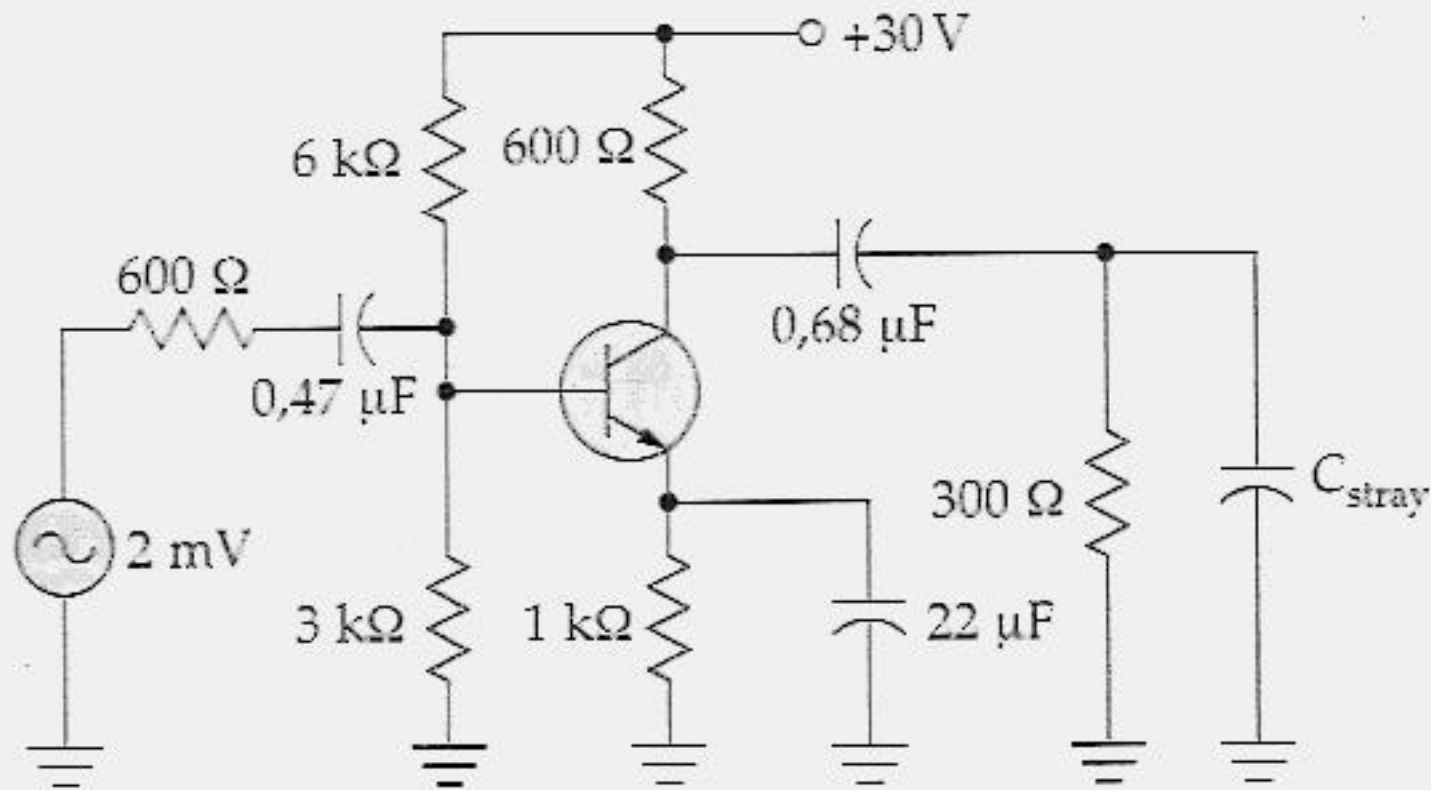

Figura 16.36
- 16.3 Se $\beta = 100$ na Figura 16.36, qual a frequência crítica do circuito de acoplamento de entrada?
- 16.4 Qual a frequência crítica do circuito de acoplamento de entrada na Figura 16.36 se $\beta = 300$? E se $\beta = 50$?
- 16.7 Qual a frequência crítica do circuito de acoplamento de saída na Figura 16.36?
- 16.10 Se $\beta = 100$ na Figura 16.36, qual a frequência crítica do circuito de desvio do emissor?
- 16.12 Se $\beta = 150$ na Figura 16.36, quais são as frequências críticas? Qual a menor frequência da banda média do amplificador?
- 16.14 O transistor da Figura 16.36 tem $C_c = 6$ pF. Qual a frequência crítica do circuito de desvio do coletor se $C_{\text{stray}} = 15$ pF?
- 16.15 Se $C_c = 3$ pF e $C_{\text{stray}} = 7$ pF na Figura 16.36, qual a frequência crítica do circuito de desvio do coletor?
- 16.16 Na Figura 16.36, $C_c = 4$ pF e $C_{\text{stray}} = 10$ pF. Qual a frequência crítica do circuito de desvio do coletor? O que aconteceria com a frequência crítica se todas as resistências fossem aumentadas de um fator de 10? E se todas as resistências fossem diminuídas de um fator de 10?
- 16.22 Na Figura 16.36, $f_T = 500$ MHz, $r_b = 100$ Ω, $\beta = 200$, $C_c = 5$ pF e $C_{\text{stray}} = 15$ pF. Quais as duas frequências críticas acima da banda média?
- 16.23 Na Figura 16.36, $f_T = 750$ MHz, $r_b' C_c = 240$ ps, $\beta = 100$, $C_c = 4$ pF e $C_{\text{stray}} = 10$ pF. Qual a frequência crítica dominante acima da banda média?